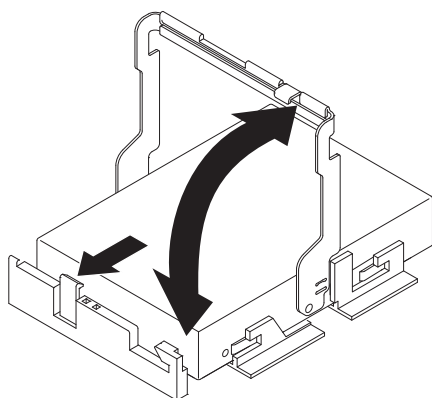

图 71. 抬起驱动器手柄
- 将驱动器手柄抬至垂直位置，如第 100 页的图 71 中所示。